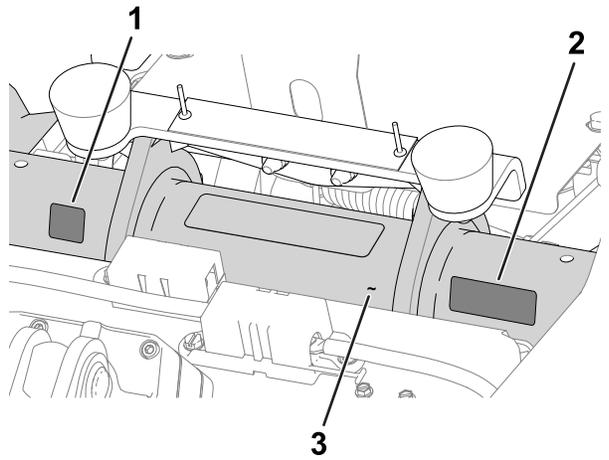

图 11
- **生产年份标贴**和**CE/UKCA 标贴**将标贴贴在座椅和序列号牌下方的机架管上请参阅 图 11。